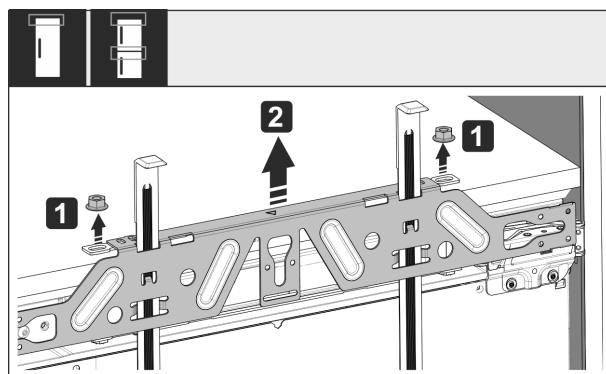

Fig. 56
- ▶ Povolte pojistné matice Fig. 56 (1).
- ▶ Sejměte upevňovací příčnick Fig. 56 (2).